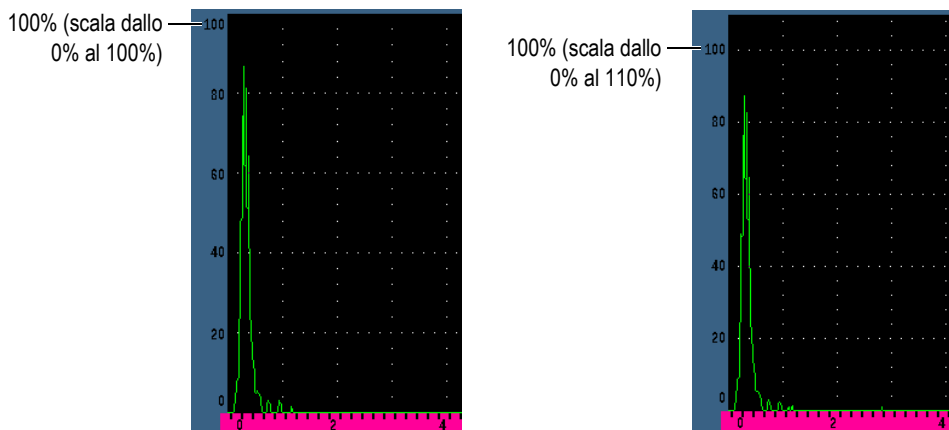

Figura 6-5 Le Modalità griglia asse Y: 100% (a sinistra), 110% (a destra)
5. Selezionare la desiderata modalità griglia asse y (vedere Figura 6-5 a pagina 148).